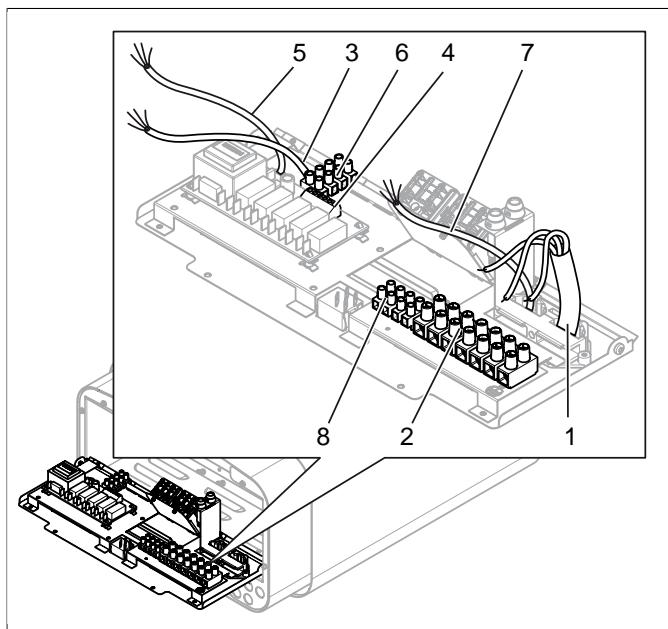
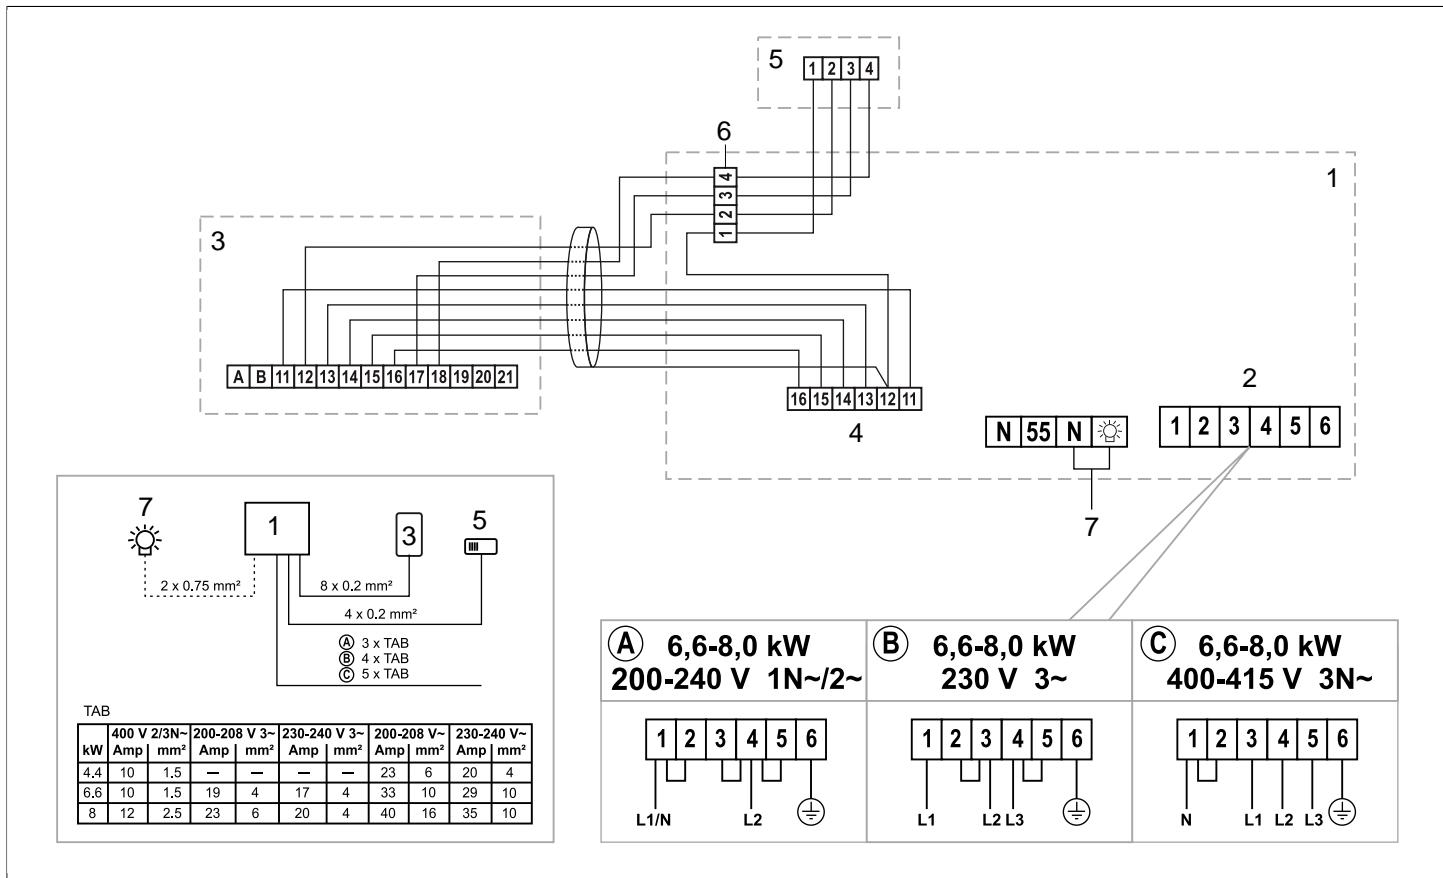

Fig 8: Kretskortet
Fig 15: Kopplingsschema
Anslut elkabeln (1) i plint (2) (se **Fig 8**, sidan 4) enligt kopplingsschema (se Avsnittet **Anslutning/kopplingsschema**, sidan 6).
4. Anslut manöverpanelens kabel (3) i plint (4 och 6) (se **Fig 8**, sidan 4) enligt kopplingsschema (se Avsnittet **Anslutning/kopplingsschema**, sidan 6).
5. Anslut sensorns kabel (5) i plint (6) (se Avsnittet **Anslutning/kopplingsschema**, sidan 6) enligt kopplingsschema (se Avsnittet **Anslutning/kopplingsschema**, sidan 6).
6. Anslut eventuell kabel till belysning (7) se **Fig 8**, sidan 4 till plint (8) enligt kopplingsschema **Fig 15**, sidan 6.
Vid inkoppling till spänningar eller fas-tal, som inte anges i kopplingsschema **Fig 15**, sidan 6, kontakta Tylö kundservice.